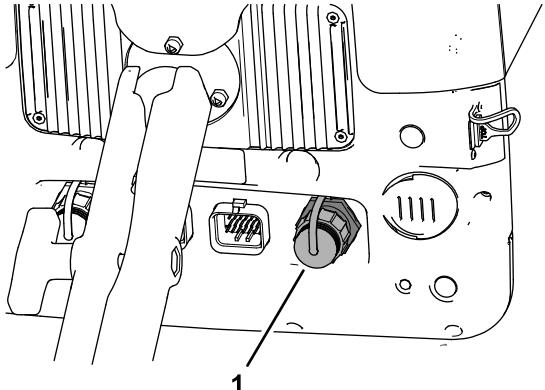

Figura 2
1. Retire el tapón del puerto USB de la pantalla de fumigación (Figura 2).